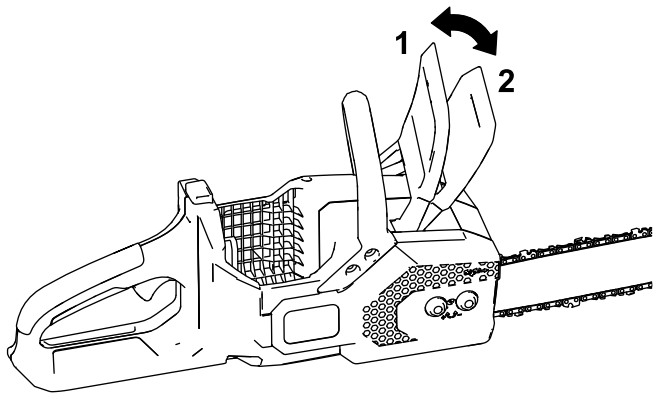

Figure 28
1. Engagez le frein de chaîne en l'actionnant vers avant, à la position d'ARRÊT (Figure 28).
4. Désengagez le frein de chaîne en l'actionnant vers l'arrière à la position MARCHÉ (Figure 28).
4. Vérifiez que le frein de chaîne est en position de MARCHE (Figure 28).